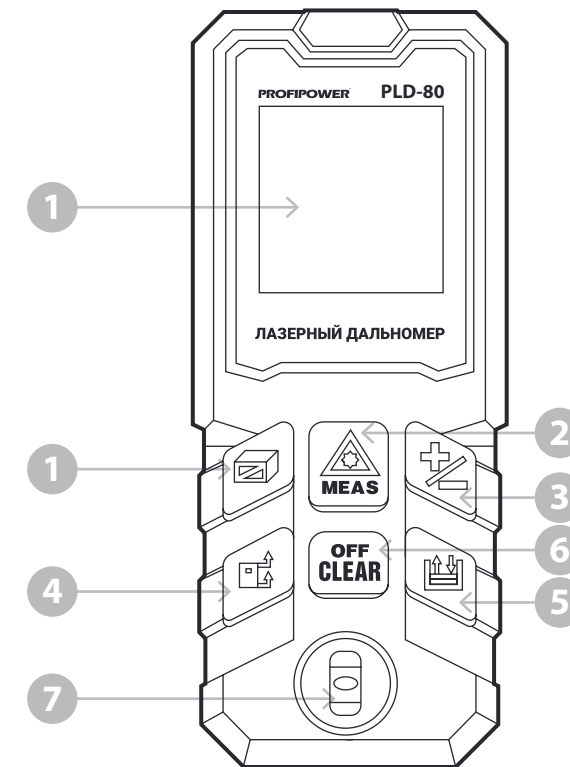

Рисунок 1.5. Устройство инструмента
1. Включите прибор нажатием на кнопку «2» (рисунок 1.5), на дисплее отобразится символ батареи и все четыре строки дисплея в виде прочерков.
Длительно нажмите кнопку «4», (рисунок 1.5), чтобы переключить единицы измерения. m (метры), ft (футы), in (дюймы).
Включите прибор. Нажмите на кнопку «2» (рисунок 1.5) - включится лазерный целеуказатель и на дисплее высветится результат измерения.
Эта функция позволяет пользователю измерять максимальное или минимальное расстояние от точки измерения. Например, измерьте разницу между диагональным расстоянием (максимальное значение измерения) или горизонтальным расстоянием (минимальное значение измерения) или максимальным значением или минимальным значением помещения. Удерживайте кнопку «2» (рисунок 1.5), пока
Нажмите кнопку «2» (рисунок 1.5), чтобы остановить непрерывное измерение. Соответствующее максимальное или минимальное измерение отображается на дисплее, так же отобразится разница между максимумом и минимумом и на дисплее отобразится последнее измерение.
Включите прибор коротким нажатием на кнопку «2» (рисунок 1.5). После того, как прибор включился, нажмите и удерживайте кнопку «2» (рисунок 1.5), для включения режима непрерывного измерения. Соответствующий значок будет отображен в левом верхнем углу дисплея. При этом если активен зуммер, звук постоянно будет раздаваться во время непрерывного измерения. Чтобы остановить непрерывное измерение и выйти из этого режима нажмите коротко кнопку «2» (рисунок 1.5).
Последовательно нажимайте кнопку «4» (рисунок 1.5), до тех пор, пока на экране не отобразится знак. Нажмите кнопку «2» (рисунок 1.5), измерьте одну грань участка, затем снова нажмите кнопку «2» (рисунок 1.5), и измерьте вторую грань, после чего прибор автоматически произведет подсчет значения площади и отобразит его в основной зоне дисплея.
Последовательно нажимайте кнопку «3» (рисунок 1.5), до тех пор, пока на экране не отобразится знак. Нажимая кнопку «2» (рисунок 1.5), поочередно измерьте все три грани, после чего прибор автоматически произведет подсчет значения объема и отобразит его в основной зоне дисплея в соответствующих единицах измерения.
Для косвенного измерения длины последовательно нажимайте на кнопку «3» (рисунок 1.5) пока на дисплее
не высветится значок и не появится обозначение для измерения по теореме Пифагора мигающей гипотенузой. Мигание гипотенузы означает, что Вы можете измерить первое расстояние: нажмите на кнопку «2» (рисунок 1.5), – на верхней строчке отобразится значение (1), еще раз нажмите на кнопку «2» (рисунок 1.5), чтобы измерить второе расстояние (2). На второй строчке высветится результат измерения. Результат мгновенно будет высвечен на третьей строчке. (Искомый «X» см. рисунок выше).
В данном варианте необходимо измерить расстояние X, где X - сторона BC треугольника ABC. Последовательно нажимайте на кнопку «3» (рисунок 1.5), пока на дисплее
Следуя подсказкам на дисплее измерьте первое расстояние нажатием на клавишу «2» (рисунок 1.5), далее нажатием на кнопку «2» (рисунок 1.5), измерьте второе, а затем третье расстояние. Результат отобразится в нижней части дисплея.
Лазерный дальномер оснащен памятью последних десяти измерений (10 ячеек памяти). Для просмотра сохраненных значений, последовательно нажимайте кнопку «3» (рисунок 1.5), пока на дисплее не отобразится значение «01». Для пролистывания сохраненных результатов последовательно нажимайте кнопку «+/-». Всего доступно 10 ячеек для хранения результатов измерений.